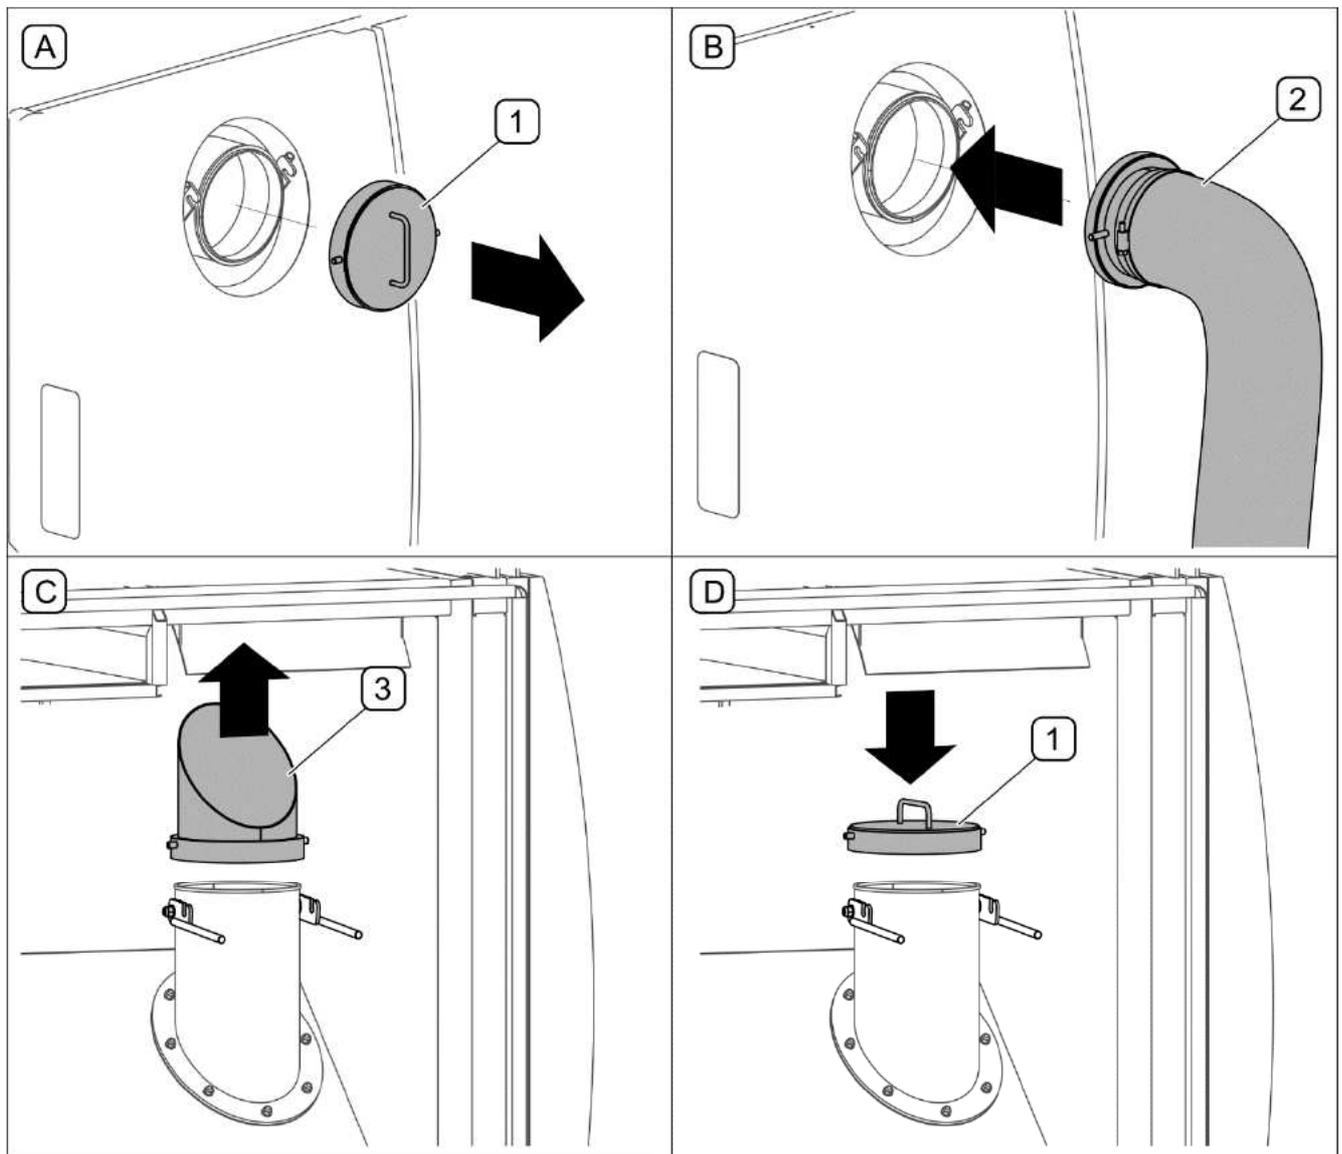

ABB. 4.19 Montage des Laubsammlers
Wahlweise kann die Kehrmaschine ZMC2.0 mit einem seitlichen Laubsammler ausgerüstet werden. Der Laubsammler wird an der Öffnung in der Seitenwand nach Entfernung der Abdeckung (1) angebaut. Um die Saugkraft während des Betriebs mit Laubsammler zu erhöhen, muss die Ansaugung des Saugsystems durch Anbringen der Abdeckung (1) an der Stelle des Stutzens im Innern des Schmutzbehälters geschlossen werden (ABB. 4.19).